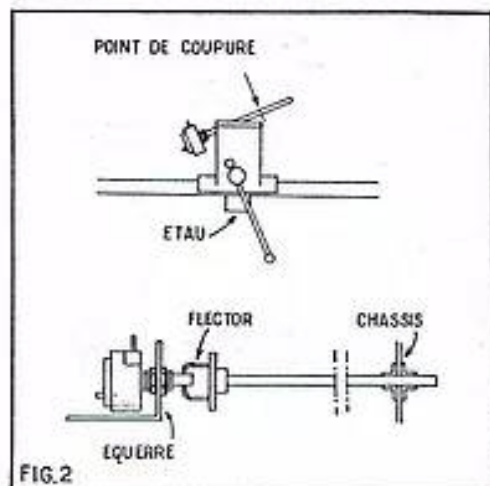

FIG.2
2. Lorsque vous coupez l'axe du potentiomètre, bloquez dans l'étau la partie qui se trouve entre le potentiomètre et le point de coupure, de cette façon, les vibrations provoquées par la lame de scie, ne viennent pas ébranler la mécanique de la pièce (fig. 2).